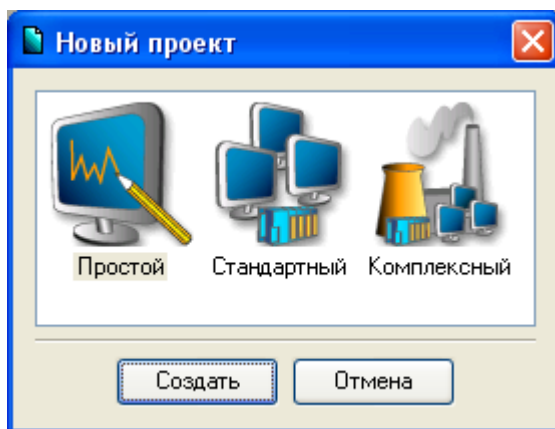

Рис.3
2.4.1. Завантажити інструментальну систему подвійним натисненням лівої клавіші (ЛК) миші по іконі  робочого столу Windows і за допомогою іконі  інструментальній панелі створимо новий проект. При цьому в діалозі, що відкрився на екрані, виберемо стиль розробки **Простий** (рис.3).